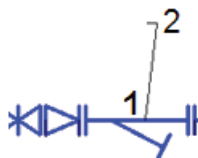

Рис. 138. Выполнение выноски
Область Зависимости. Максимум точек выноски — 2. Означает, что при задании выноски нужно указать курсором точку 1 и 2 (рис. 138).
курсором укажем точку 1 выноски (рис. 138).
**МВЫНОСКА** Положение полки выноски: курсором укажем положение точки 2 на выноске (см. рис. 138).